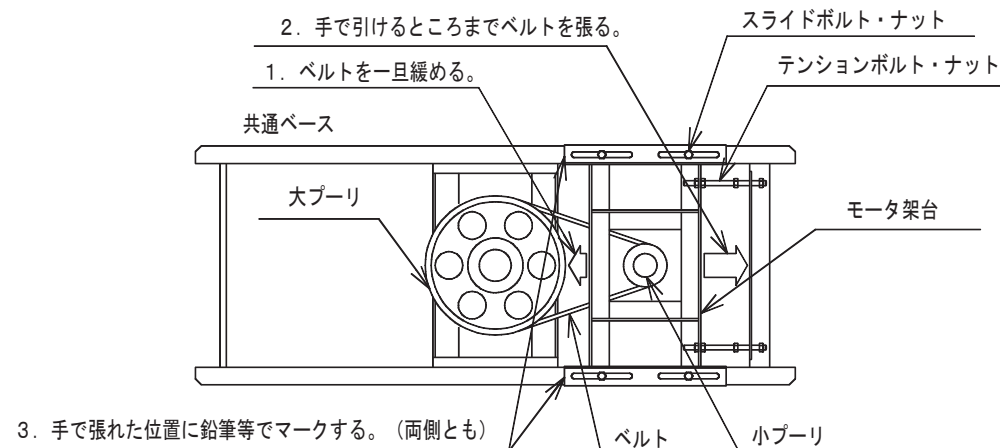

図 11-1 ベルトの張り調整
- c. スライドボルト・ナットをゆるめてください。(図 11-1 参照)